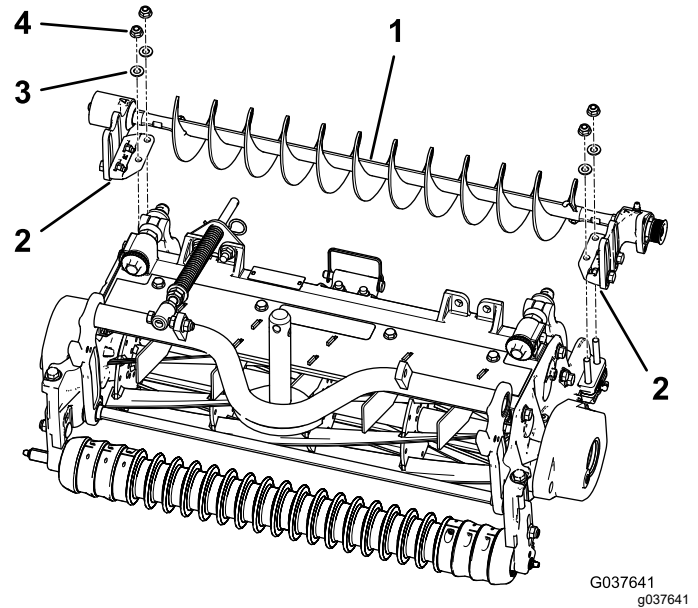

Figura 9
4. Coloque los soportes de montaje izquierdo y derecho del cepillo de rodillo sobre los pernos de los soportes del rodillo (Figura 9).